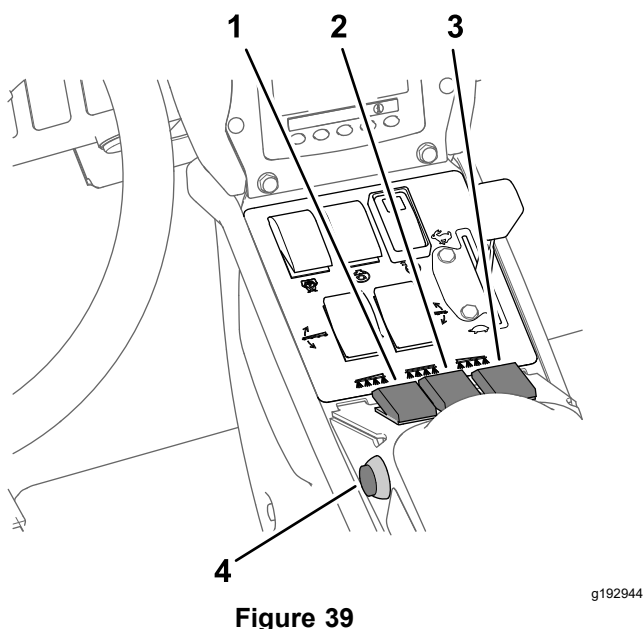

Figure 39
7. Placez le(s) interrupteur(s) de section en position ACTIVÉE (Figure 39).
10. Conduisez à la vitesse voulue, puis réglez la commande générale des sections en position MARCHE pour commencer la pulvérisation (Figure 39).
3. Placez la commande générale des sections en position ARRÊT; voir Figure 39 sous Pulvérisation en mode débit d'application \(page 38\).
7. Placez les interrupteurs des sections individuelles en position ACTIVÉE; voir Figure 39 sous Pulvérisation en mode débit d'application \(page 38\).
9. Conduisez à la vitesse voulue puis réglez la commande générale en position MARCHE pour commencer la pulvérisation; voir Figure 39 sous Pulvérisation en mode débit d'application \(page 38\).